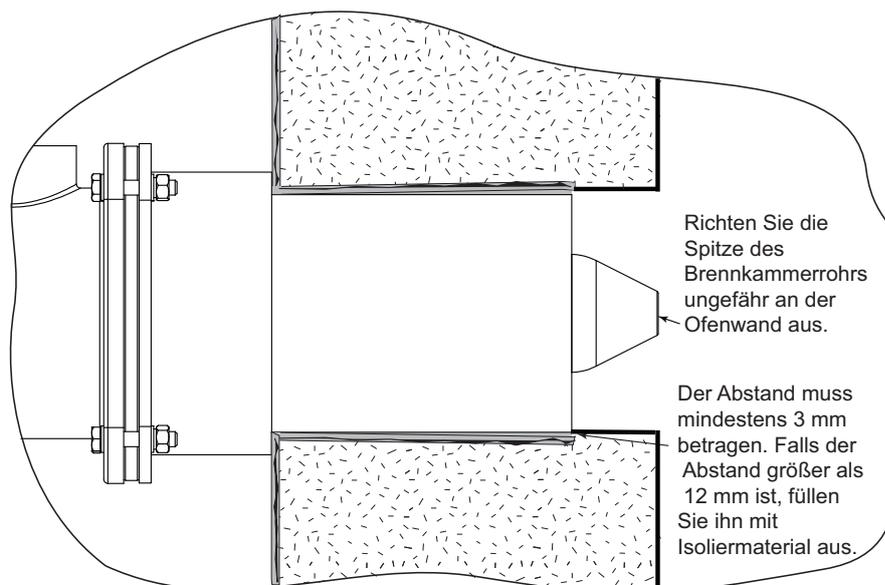

Abbildung 3.1 Überprüfen der Brennerposition
6. Vollenden Sie die Vorbereitung innerhalb des Ofens. Siehe hierzu Abbildung 3.1